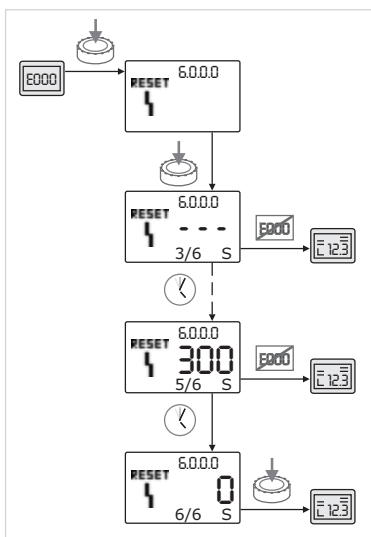

Fig. 50: Conferma del tipo di errore C
- Se si verificano errori del tipo C, per confermarli procedere come segue (fig. 50):